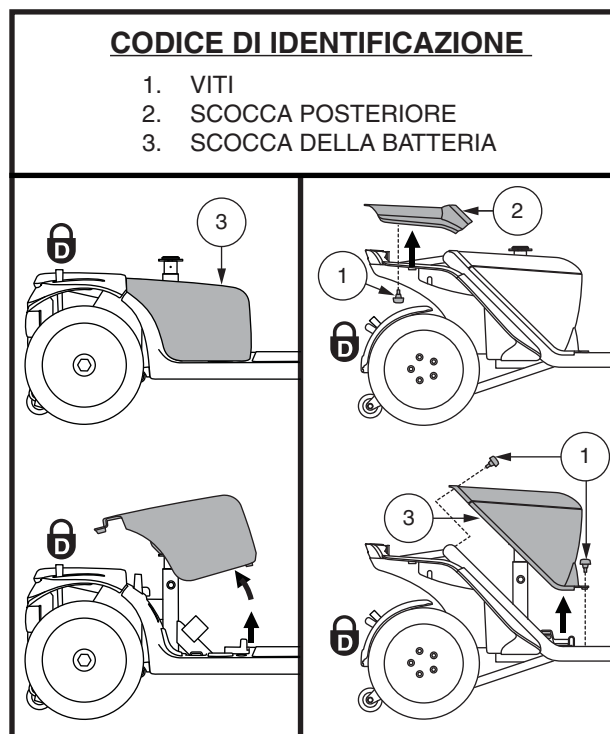

Figura 13. Rimozione/installazione della scocca della batteria
1. Rimuovere il sedile e la scocca posteriore. **Vedere figura 13.**
- a.) Per il modelli 614 e 714, sollevare la scocca posteriore togliendo le due (2) viti che la fissano al telaio dello scooter e poi sollevare la scocca verso l'alto ed allontanarla dallo scooter. **Vedere figura 13.**
- b.) Per il modelli 614 e 714, sollevare la scocca del pacco batterie togliendo le quattro (4) viti che la fissano al telaio dello scooter e poi sollevare la scocca verso l'alto ed allontanarla dallo scooter. **Vedere figura 13.**